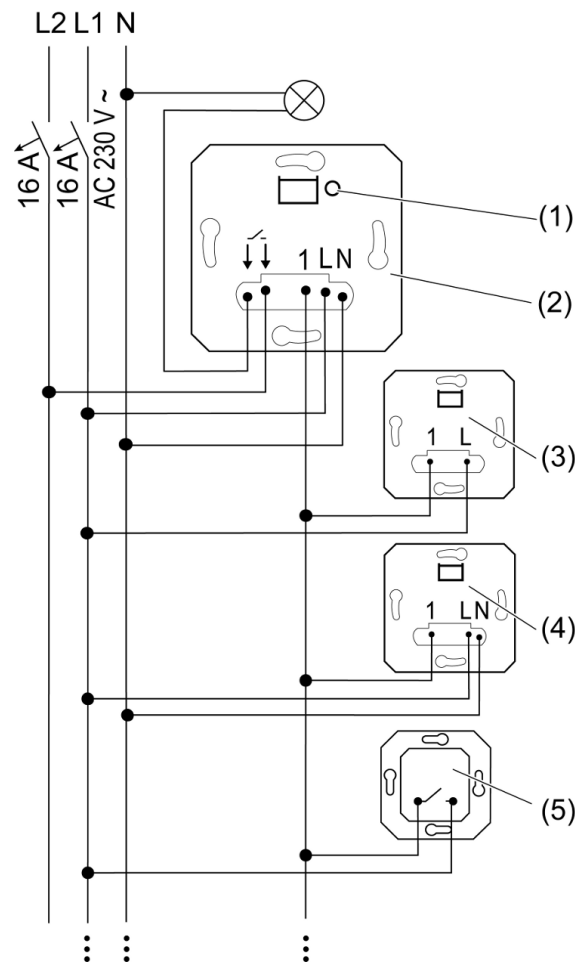
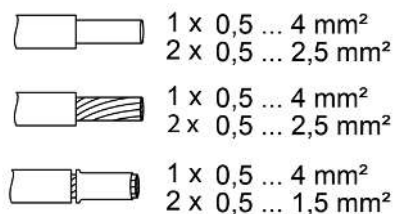

Bild 1: Anslutningsschema med sidoenheter (tillval)
Bild 2: Klämbär ledningsarea
- Anslut kopplingsinsatsen (2) enligt anslutningsschemat (se bild 1). Observera då de klämbära ledningsareorna (se bild 2).
- Anslut 2-trådssidoenhet (3), 3-trådssidoenhet (4) och knapp med slutande kontakt (5), tillval.
- i** Genom att man trycker kort på knappen **TEST** (1) kan lasten kopplas om.